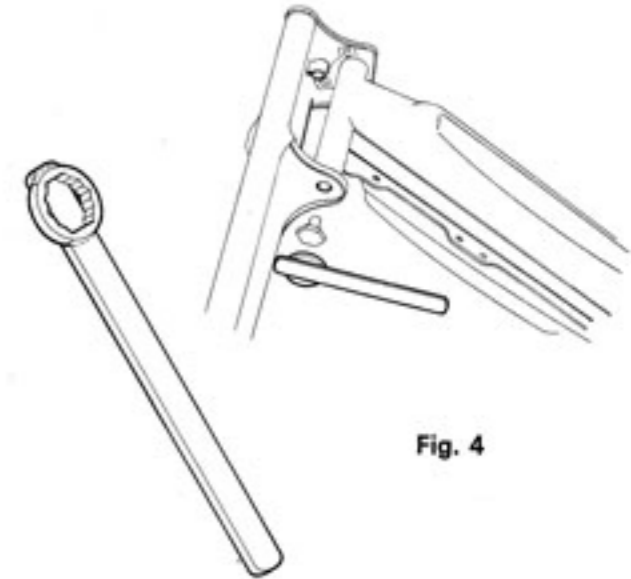

Fig. 4
- Rabattre le frein et dévisser la vis inférieure du tube pivot (clé réf. 1880, Fig. 4).